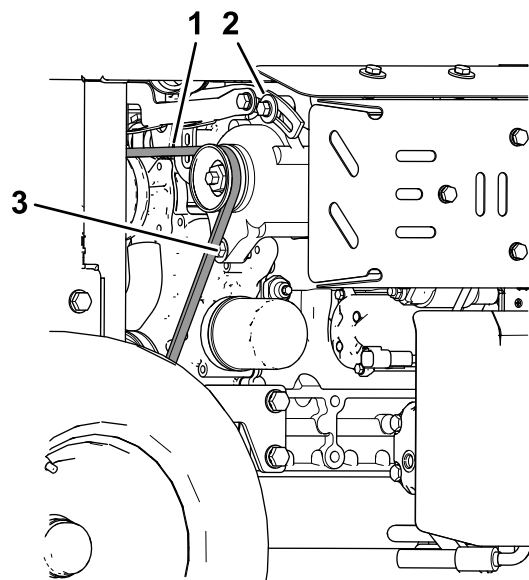

Figura 77
4. Afloje el perno de pivote del alternador y el perno de bloqueo (Figura 77).
6. Apriete el perno de bloqueo del alternador (Figura 77).
7. Apriete el perno del pivote del alternador (Figura 77).